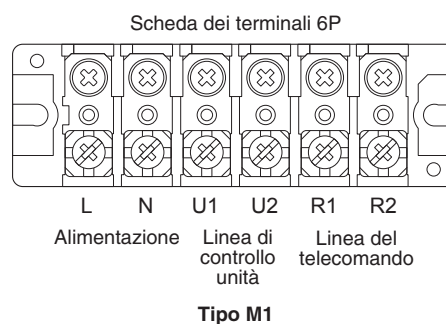

Fig. 4-2
- (1) Fare riferimento alla sezione "4-2. Lunghezza e diametro raccomandati dei cavi di alimentazione" per la descrizione di "B", "C", "D" ed "E" nella figura sopra.
- (2) Lo schema di collegamento di base dell'unità interna mostra le schede dei terminali; le schede dei terminali installate nell'unità in uso potrebbero tuttavia differire. (Fig. 4-2)
- (3) L'indirizzo del circuito refrigerante (R.C.) deve venire impostato prima di accendere il sistema.
- (4) Per l'impostazione dell'indirizzo del circuito del refrigerante (R.C.), fare riferimento alle istruzioni di installazione fornite con il telecomando (opzionale). L'impostazione automatica degli indirizzi può essere eseguita automaticamente dal telecomando. Consultare le istruzioni di installazione fornite con il telecomando (opzionale).